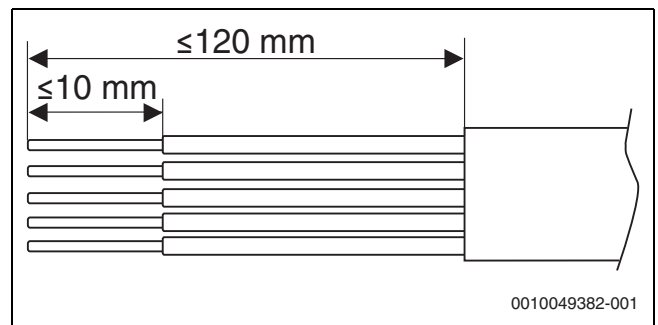

Bild 33 Abisolierung der Adern für den Netzanschluss
- ▶ Anschlusskabel für CAN-BUS durch die linke Kabelverschraubungen (1) führen.
- ▶ Anschlusskabel für den Netzanschluss durch die rechte Kabelverschraubungen (2) führen.
- ▶ Kabel entsprechend → Abbildung 33 abisolieren.